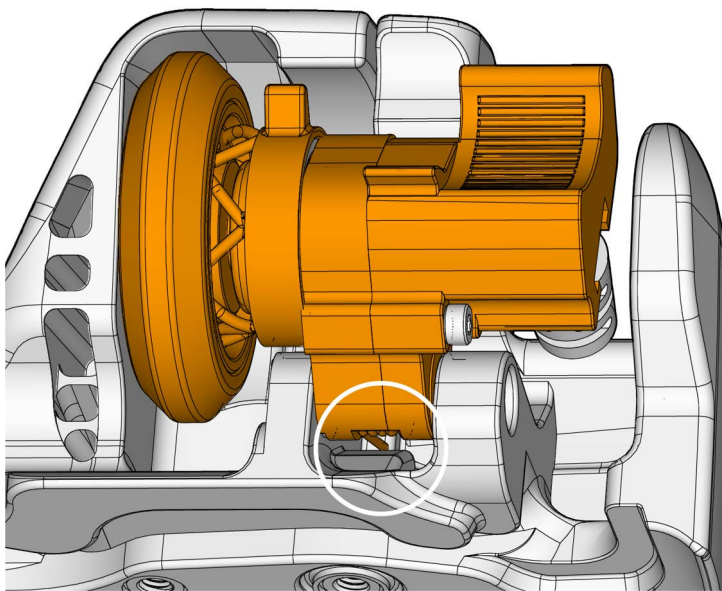

Figura 5-14 Colocação da mola
4. Para reinstalar o conjunto do codificador de índice, verifique a colocação da mola contra a parede da estrutura e comprima a mola enquanto insere o conjunto (veja a Figura 5-14 na página 85).